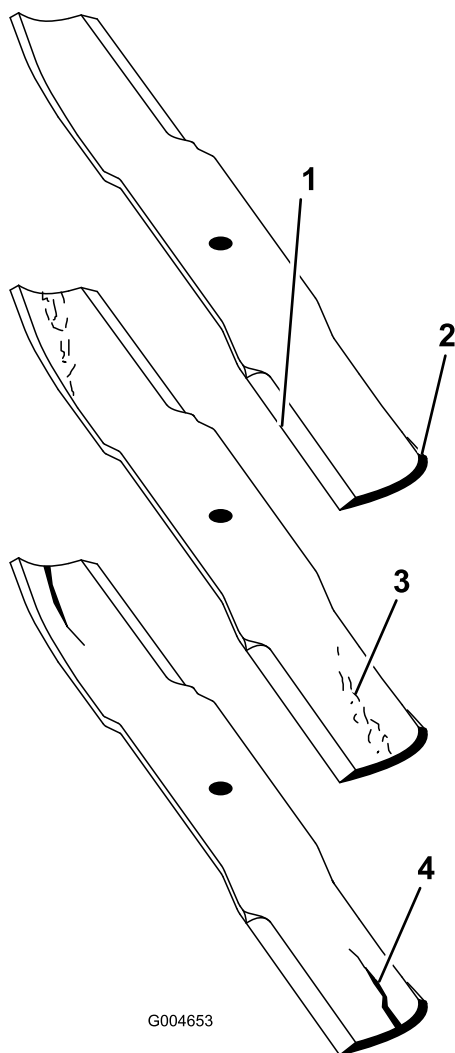

Figura 113
2. Verificate accuratamente i taglienti, con particolare attenzione ai punti d'incontro delle sezioni piatta e curva della lama (Figura 113). Sabbia e materiali abrasivi possono consumare il metallo che connette le sezioni piatta e curva della lama, per cui si consiglia di controllare la lama prima di usare il tosaerba. Se riscontrate segni di usura (Figura 113), sostituite la lama.